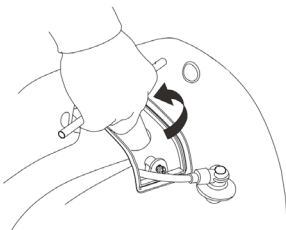

Fig. 21 – Removendo a vela
5. Com o auxílio de uma chave de vela remova a vela (fig. 21);